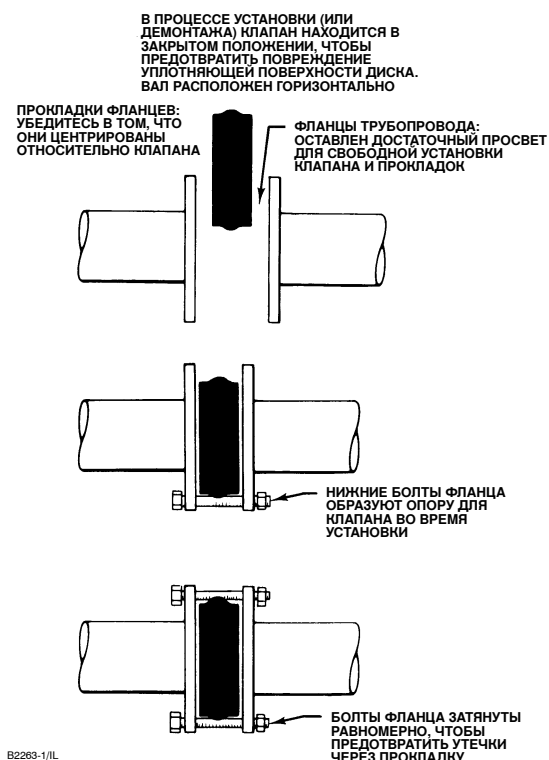

Рис. 4. Порядок установки
Установите клапан, ориентируя сторону отсечки высокого давления таким образом, чтобы направление, обозначенное на нем стрелкой, соответствовало направлению потока. Дополнительная информация показана на рис. 4.
- Для бесфланцевых клапанов: Сначала установите нижние болты, чтобы создать опору для клапана (см. рис. 4). Параметры болтов приведены в таблице 5.